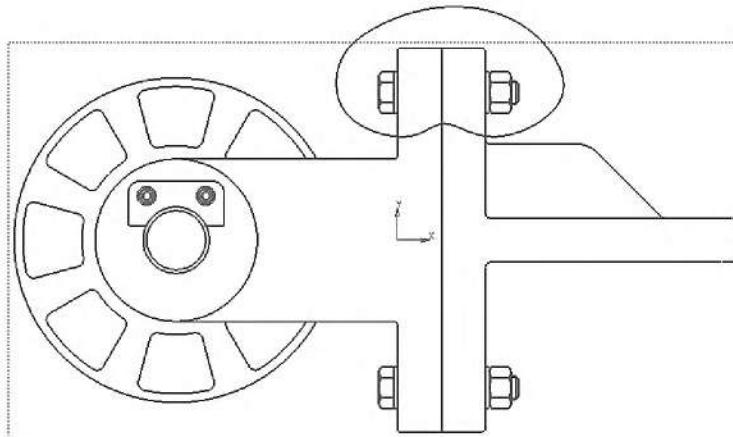

Рисунок 4.26. Построение местного разреза
2.2.1 Постройте замкнутую кривую таким образом, чтобы крепежные детали оказались внутри (рисунок 4.26).